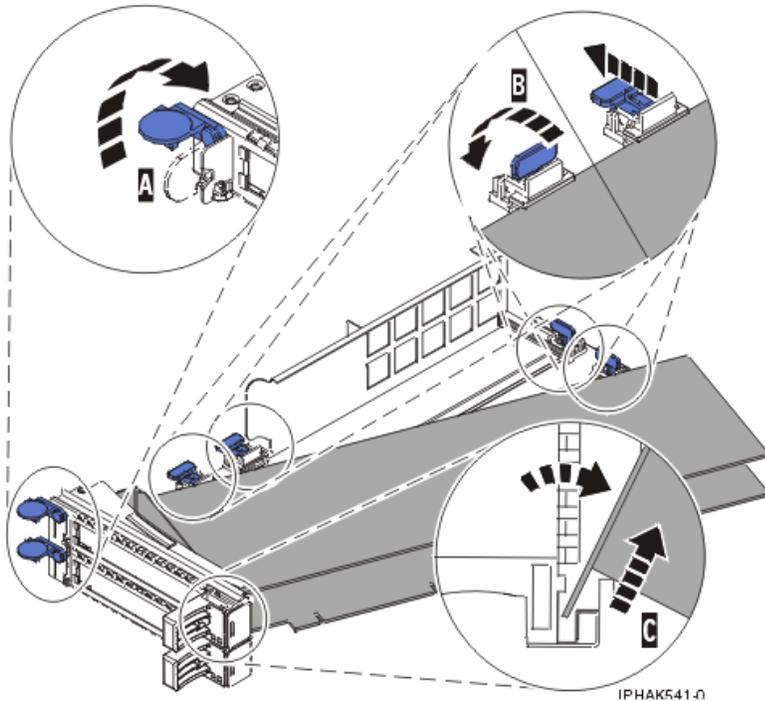
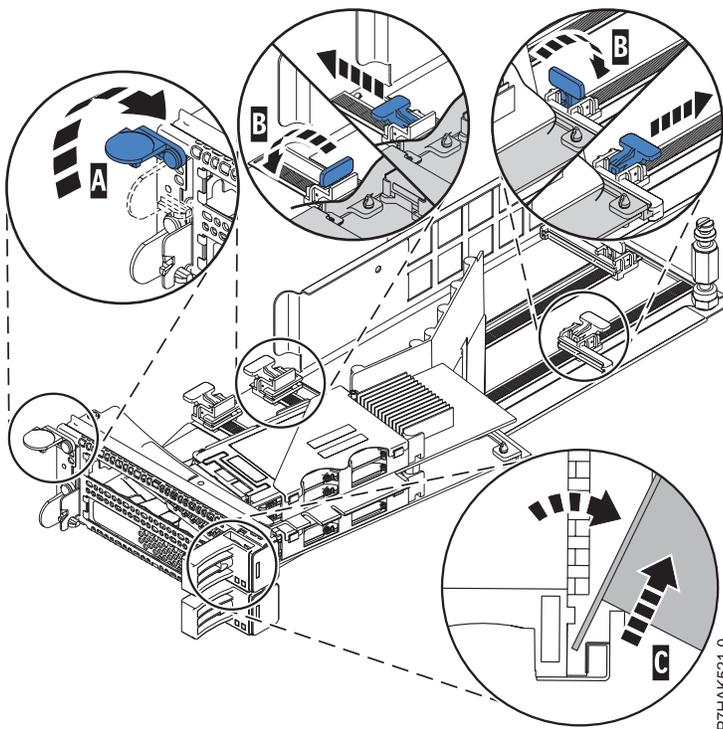

Figure 141. Retrait de la carte de la cassette de cartes PCI
Figure 142. Retrait de la carte PCIe RAID et SSD SAS de la cassette de cartes PCI
- d. Dévissez le pivot (C) et placez-le en lieu sûr
- a. Déverrouillez les crochets de retenue (B) de l'adaptateur en faisant pivoter les pattes de retenue (A) pour les mettre en position horizontale. Voir figure 141, à la page 160. Si vous retirez une carte PCIe RAID et SSD SAS, voir figure 142, à la page 160.